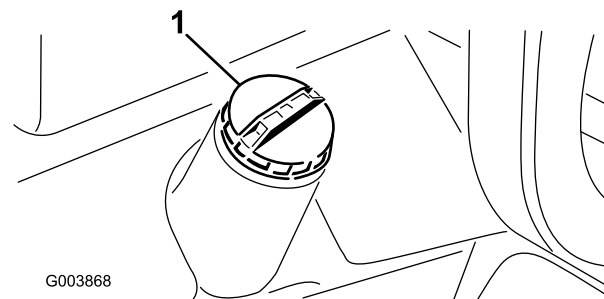

Figura 26
1. Retire a tampa do depósito de combustível (Figura 26).